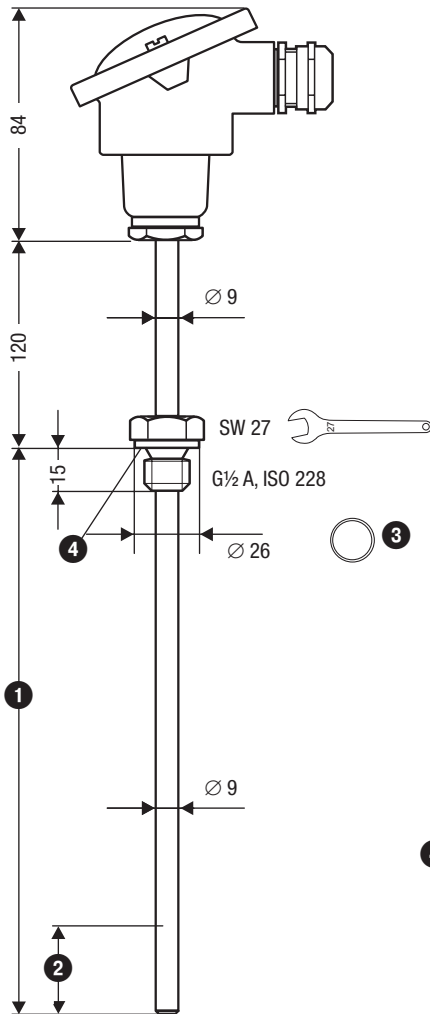

Fig. 2
- Installieren Sie den Temperaturfühler so, dass der temperaturempfindliche Teil **2**, **6** ständig in das Medium eintaucht. **Fig.2 und Fig.4**